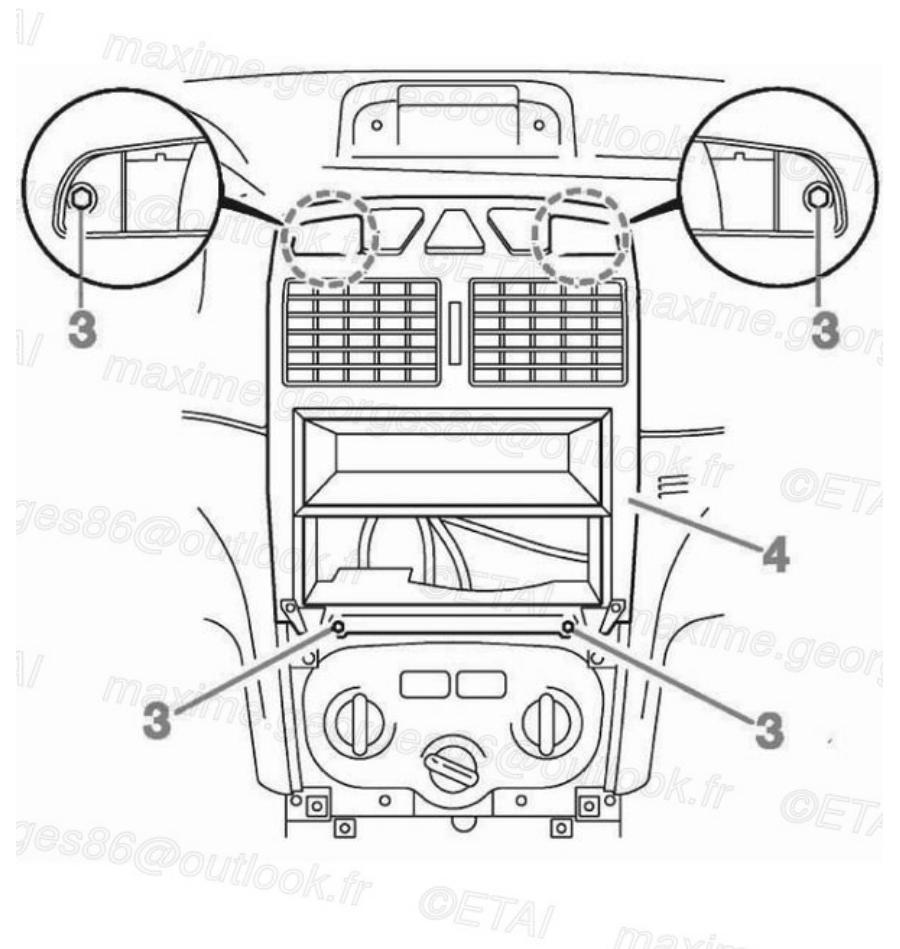

Fig. 24
- Déposer les 4 vis (3) de fixation de la façade supérieure (**Fig.24**) (/media/LEA/CAR\_LEA\_463/CAR\_LEA\_463\_030X.jpg).